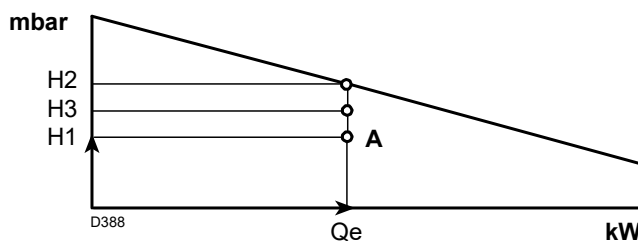

Fig. 3
- 4 Trazar una vertical desde el punto A (Fig. 3), y buscar la máxima presión H2 del campo de trabajo.
Si H3 es mayor que H1 (Fig. 3), el quemador puede erogar el caudal requerido.